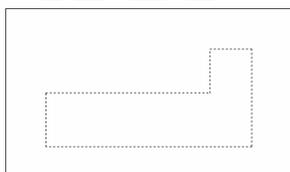

图 15-51 选中所有线段
- (5) 按照提示, 依次选择所有的线段, 如图 15-51 所示。